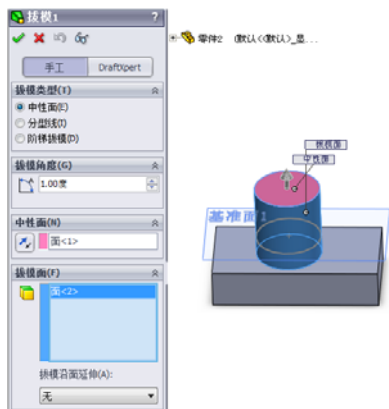

图 4-38 选择中性面
4. 单击中性面栏中的显示框,然后在图形区域中选择面或基准面作为中性面,如图 4-38 所示。